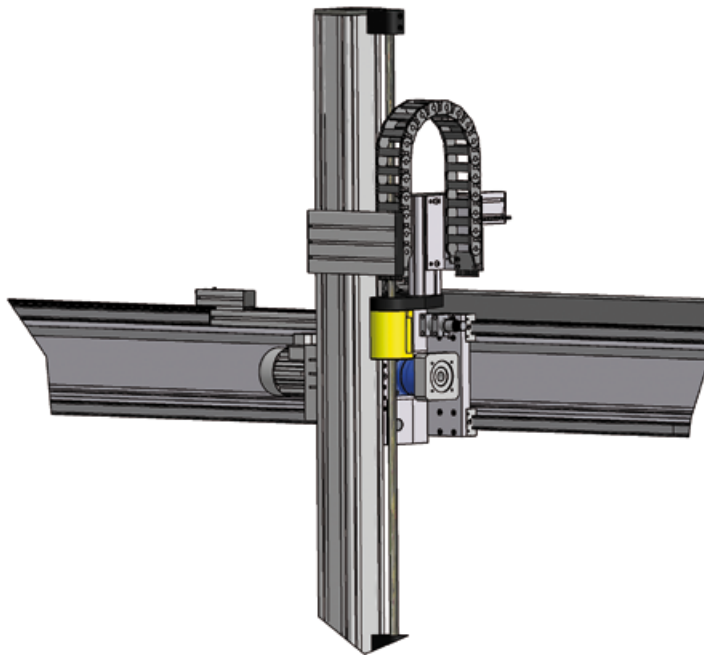

Bild 8.1 — Hubachse mit Sicherheitsbremse
- Sicherheitsbremse (Kapitel 6.9) für vertikale Achsen (Bild 8.1)